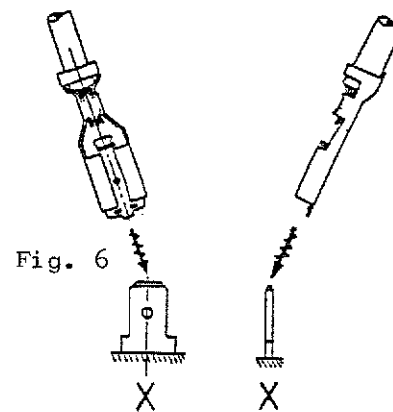

Fig. 6
<p>D. タブ 嵌合及び 引抜作業</p>	 <p>正しい嵌合 傾け嵌合及びこじり嵌合 Fig. 6 Fig. 7</p> <p>(2) 端子をタブから引き抜く時は、レバー部を指又は爪で押し てレバーを下げ、ロッキングを解除してからタブに対して 真直引き抜いて下さい。(Fig. 6の逆作業) 傾け引抜きやこじり引抜き (Fig. 7の逆作業) の場合は タブ・ギャップの変形につながり、再度嵌合した時に接触 不良発生の原因となります。</p>